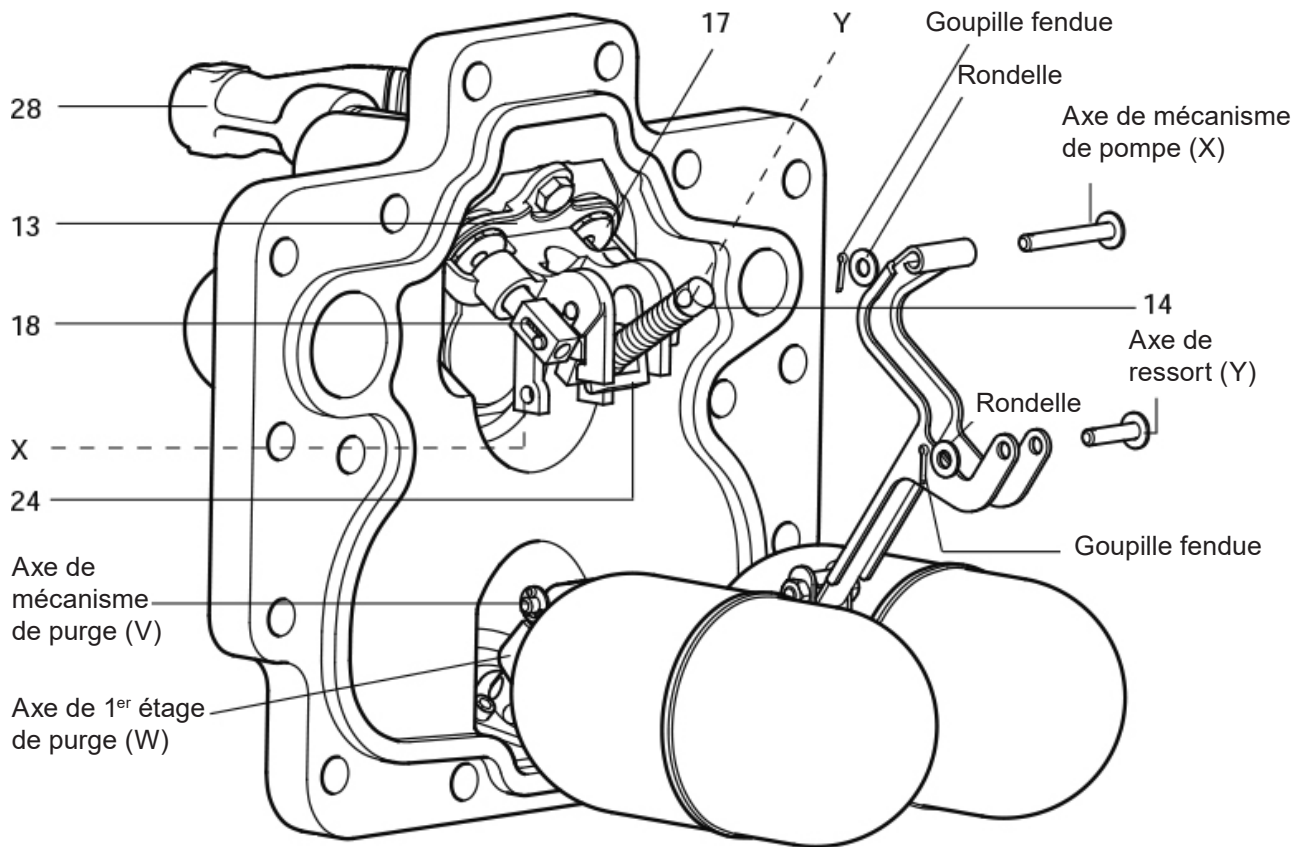
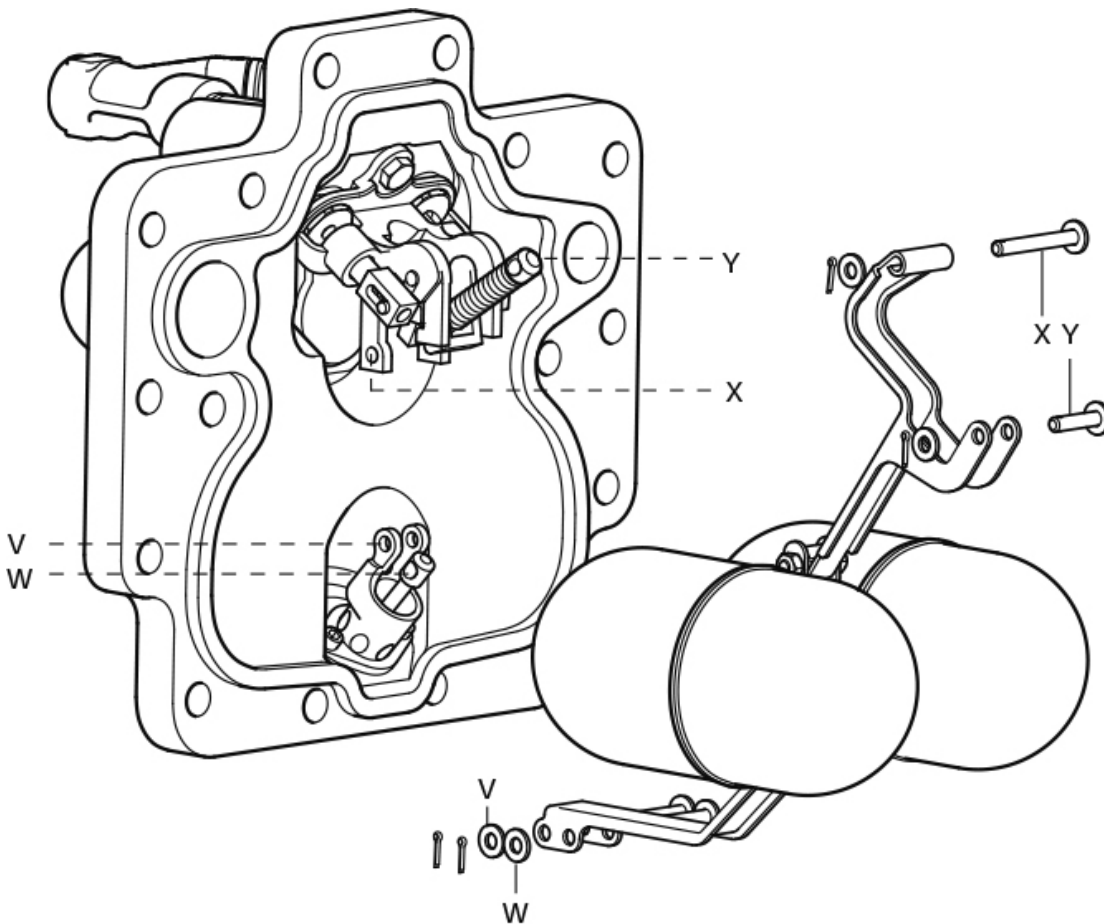

Fig. 24 - APT14
Fig. 25 - APT14
3. Retirer avec précaution la goupille fendue et la rondelle de l'axe de ressort (Y) (Fig. 24).
4. Retirer la goupille fendue et la rondelle de l'axe de mécanisme (X).
6. Retirer la goupille fendue et la rondelle de l'axe de maintien du 1er étage de mécanisme de purge (W).
7. Retirer la goupille fendue et la rondelle de l'axe de maintien du mécanisme de purge (V).
10. Pour remonter les nouveaux axes, suivre l'ordre donné ci-dessous : (Fig. 25).
14. Reconnecter la ligne d'alimentation vapeur motrice et la ligne d'échappement respectivement sur les orifices repérés (S) et (E). L'APT14, l'APT14HC ou l'APT14SHC est maintenant prêt pour une remise en service.
15. S'assurer que le filtre d'alimentation motrice Spirax Sarco (avec une mesh 100) est bien raccordé à l'alimentation motrice (Rep. 28, Figure 24).
4. Retirer la goupille fendue, la rondelle et l'axe (V) (voir fig. 25).
5. Retirer la goupille fendue, la rondelle et l'axe du 1^{er} étage de purge (W).